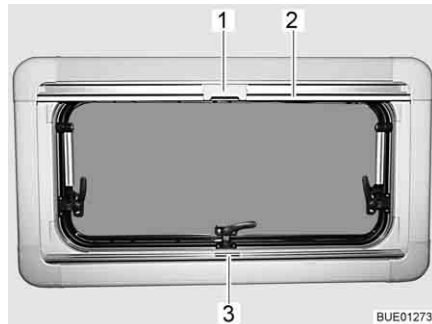

Fig. 105 Finestra apribile
- Afferrare la tendina oscurante pieghevole per la parte centrale della barra di presa (Fig. 105,3), tirarla dal basso verso l'alto e rilasciarla nella posizione desiderata. La tendina oscurante pieghevole rimane in questa posizione.
- Tirare la zanzariera a rullo accompagnandola con la barra di presa (Fig. 105,2) verso il basso, fino a quando la barra di presa non arriva a contatto con la tendina oscurante pieghevole (Fig. 105,3).
- Bloccare l'aggancio (Fig. 105,1) della zanzariera a rullo nella barra di presa della tendina oscurante pieghevole.
- Premere in alto all'indietro l'aggancio (Fig. 105,1) sulla zanzariera a rullo.
- Ricondurre lentamente la zanzariera a rullo accompagnandola con la barra di presa (Fig. 105,2).